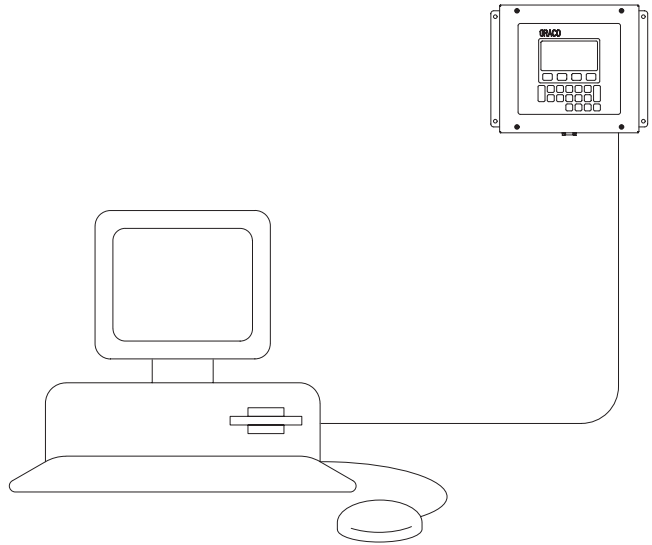

Fig. 13.39
3. Brancher la prise du câble (9 broches) sur le port sériel de l'ordinateur. Brancher l'autre extrémité du câble (qui ressemble à une prise de téléphone) sur l'interface utilisateur. Voir Fig. 13.39.